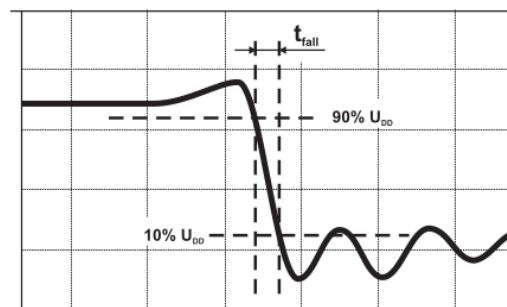

Abbildung 5.5: Messung der Schaltzeiten
4. Messen Sie mit dem Oszilloskop auf Kanal 2 über ein weiteres BNC-Kabel den Schaltungsausgang U_{OUT} . Untersuchen Sie die Anstiegs- & Abfallzeit der Schaltung. Führen Sie die Messungen durch wie in Abbildung 5.5 gezeigt. Messen Sie die Zeit für das Fallen oder Steigen des Ausgangssignals zwischen 10% und 90% der Versorgungsspannung. Verwenden Sie die Cursor-Funktion des Oszilloskops manuell, da die automatische Messung der Anstiegs- & Abfallzeit durch das hohe Schwingungsverhalten der Schaltung meist überfordert ist.